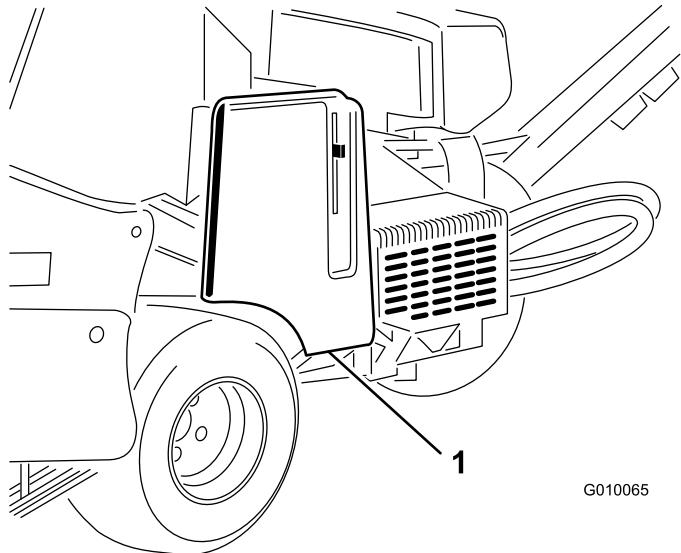

図 55
1. ベルトカバーのラッチを外し、カバーを取り外す（図 55）。
1. ベルトカバーのラッチを取り外す（図 55）。